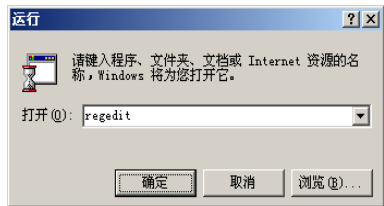
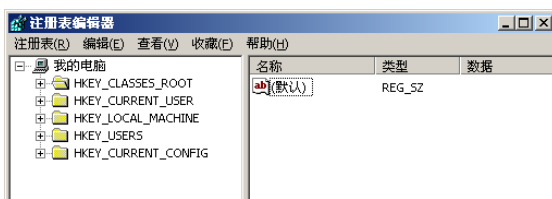

图 15-21 “运行”对话框中键入“regedit”
图 15-22 注册表编辑器
(1) 从 Windows 的开始菜单中选择【运行】选项, 在打开的【运行】对话框中键入【Regedit】, 如图 15-21 所示, 然后按下回车键, 则打开 Windows 自带的注册表编辑器, 如图 15-22 所示。